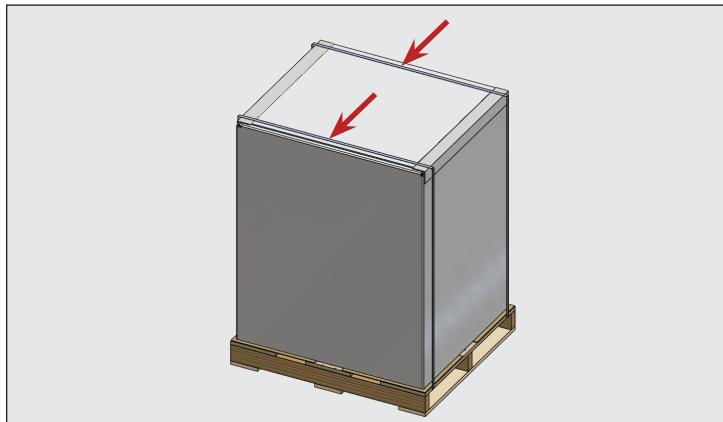

Рис. 1. Контейнер для хранения льда в упаковке. Разрезать указанные упаковочные ленты.
- Разрезать упаковочные ленты. См. рис. 1.